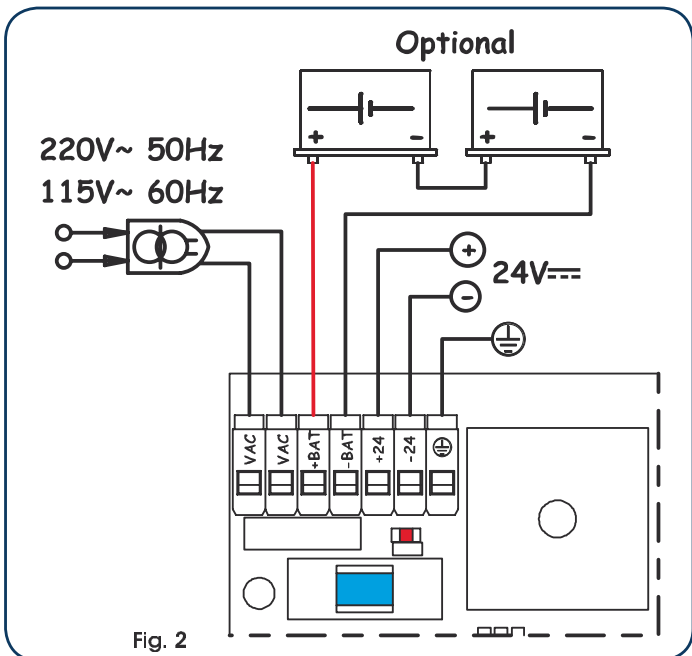

Fig. 2
5.1. BORNIER CN1 (Fig. 2)	page.23